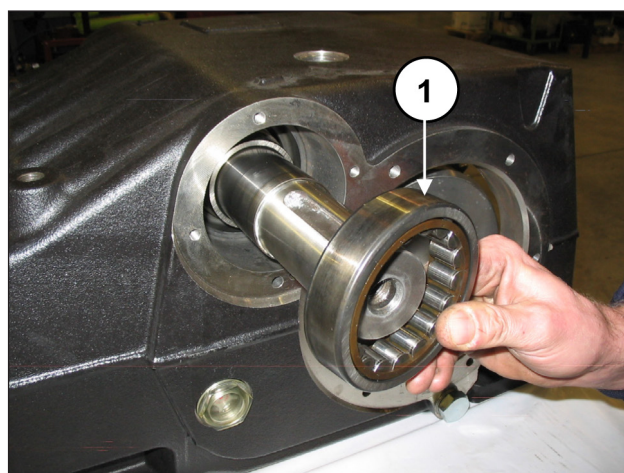

Abb. 59
Treiben Sie auf der Einbauseite der Zapfwelle die Schmierbuchse der Lager (Pos. ①, Abb. 58) und einen Außenring des Lagers (Pos. ①, Abb. 59) mithilfe eines Dorns mit Schlagwerk ein.